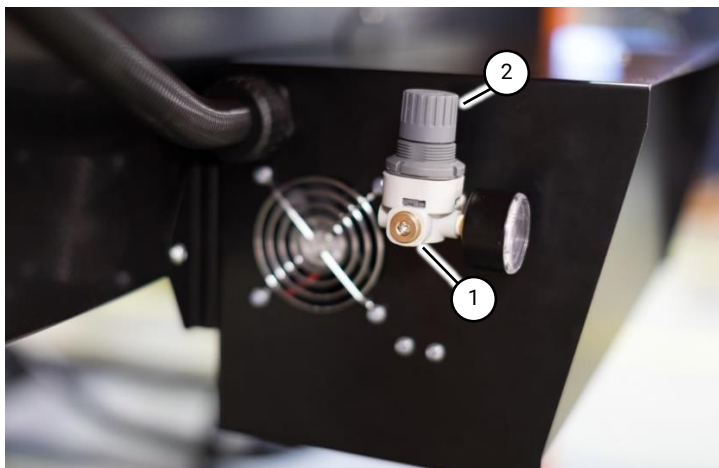

Fig 25 Régulateur de pression Soft Sense
1. Retirez le capuchon anti poussière (Fig 25 (1)) du régulateur de pression du boîtier de commande.
2.1 Tirez le bouton de réglage vers le haut (Fig 25 (2)).